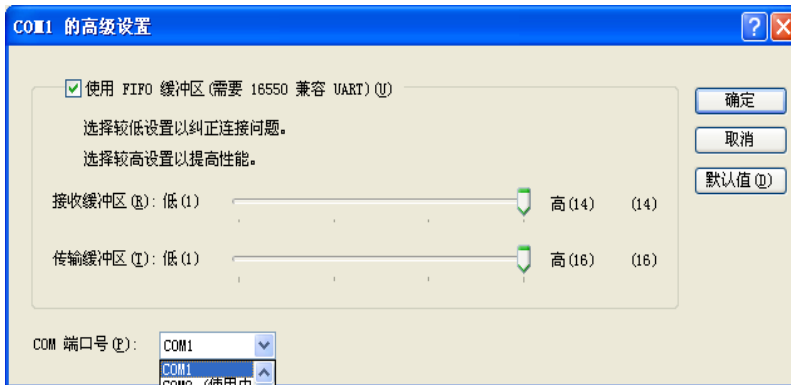

图 5.5 串口高级属性设置
7 在图 5.5 中双击“高级”，在“com 端口号 (P)”处选择“com1”按确定键即可。